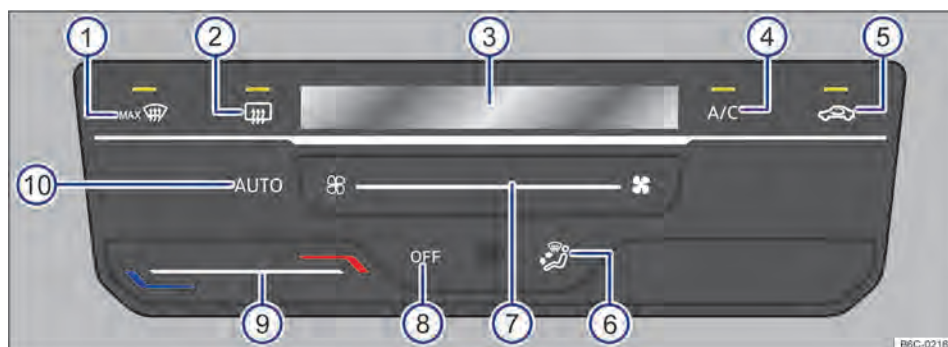
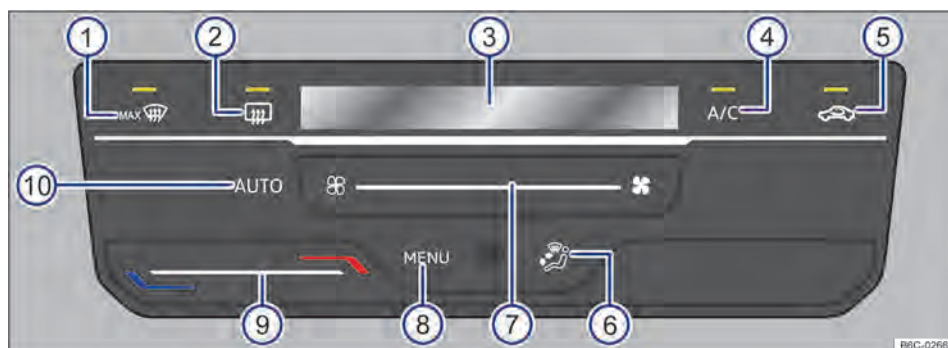

Fig. 80 Mandos del Climatronic (variación 1).
Fig. 81 Mandos del Climatronic (variación 2)
- Tocar el botón de función **OFF** / → fig. 80 ⑧.
- **O** Deslizar el dedo hacia la izquierda bajo el botón de función → fig. 81 ⑦, después presionar la tecla ☞ de la extremidad izquierda.
Tocando en el botón de función **AUTO** → fig. 80 ⑩ es posible conectar el modo automático del Climatronic.
El modo automático garantiza temperaturas constantes dentro del vehículo. La temperatura del aire, el volumen de aire y la distribución de aire se regulan automáticamente. El funcionamiento automático se desconecta cuando la ventilación se cambia manualmente → fig. 80 o → fig. 81 ⑦ o cambiando la distribución del aire a través del botón de función → fig. 80 o → fig. 81 ⑥.
- Tocar el botón de función **A/C** → fig. 80 o → fig. 81 ④ para conectar y desconectar el funcionamiento de la refrigeración.
- Deslizar el dedo en el botón de función → fig. 80 o → fig. 81 ⑨ O.
En la pantalla del Climatronic → fig. 80 o → fig. 81 ③ se indica la temperatura ajustada.
- Deslizar el dedo en el botón de función → fig. 80, → fig. 81 ⑦.
- Tocar el botón de función ☞ → fig. 80 o → fig. 81 ⑤.
- Tocar el botón de función → fig. 80 o → fig. 81 ⑥ para la ubicación deseada, la distribución seleccionada se indicará en la pantalla ③.
- Tocar el botón de función **MAX** ☞ → fig. 80 o → fig. 81 ①.
- Tocar el botón de función ☞ → fig. 80 o → fig. 81 ②.
Para vehículos con VW Play, presionar **MENÚ** → fig. 81 ⑧ para abrir el menú del aire acondicionado en la radio.